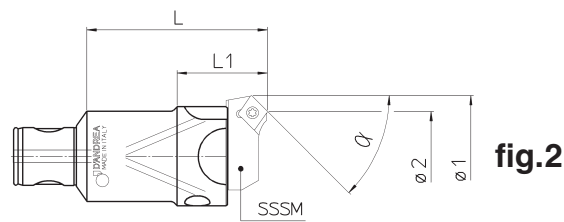

fig.2
- (fig. 2) un seggio SSCC ed un seggio più basso SMCC disallineati e con la punta degli inserti su diametri diversi per operazioni di sgrossatura con forti profondità di passata.